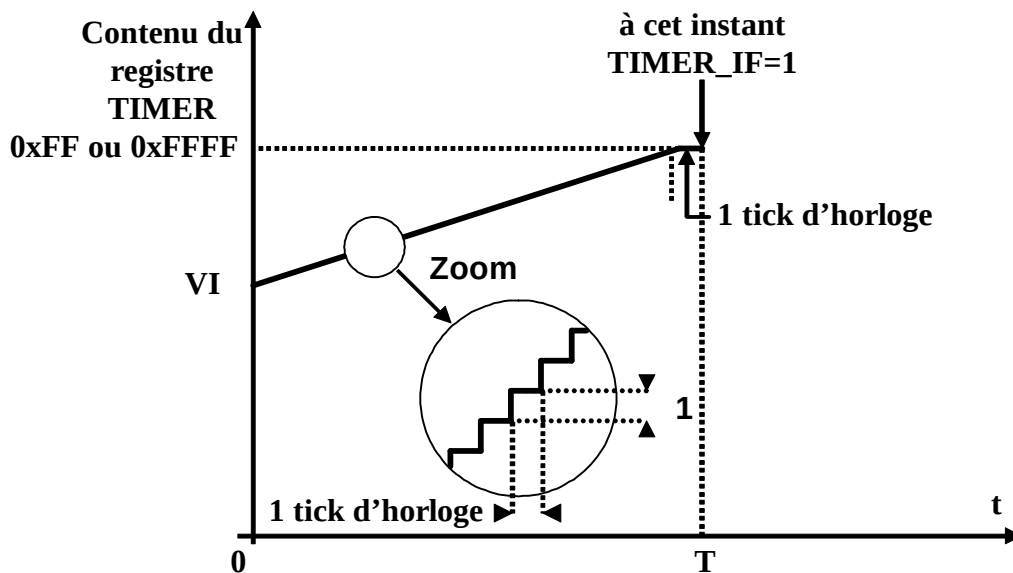

Figure VIII.68.
ils comptent donc de **VI** jusqu'à **VF = 0xFF** (ou **0xFFFF**), et positionnent un flag qu'on appellera dans cette présentation générale **TIMER_IF** à **1** dès que la valeur 0x00 (ou 0x0000) est atteinte, comme indiqué sur la figure VIII.68, c'est-à-dire 1 tick d'horloge après avoir atteint la valeur 0xFF (ou 0xFFFF). On parle alors de **débordement** (ou **overflow**) du timer.
- le débordement est signalé par le flag **T0IF** (Timer **0** Interrupt Flag, situé dans le registre SFR **INTCON**) qui passe à 1 quand le registre **TMR0** passe de 0xFF à 0x00 (cf. figure VIII.68.),